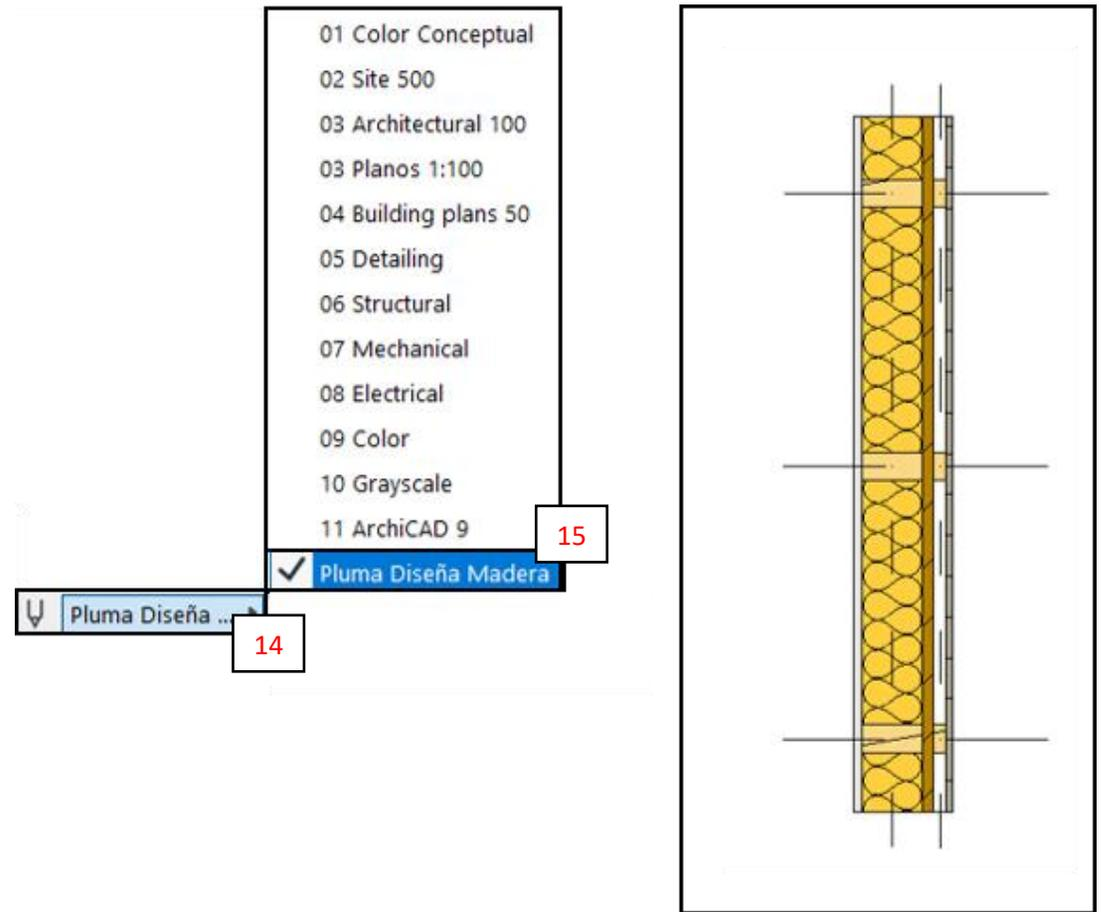

**Fig. 11**
- J. El módulo de la solución estará insertado en la *Pantalla Gráfica* rodeado de un rectángulo de líneas discontinuas, con la posibilidad de moverlo a la posición deseada haciendo clic dentro del rectángulo. (*Fig. 11*)